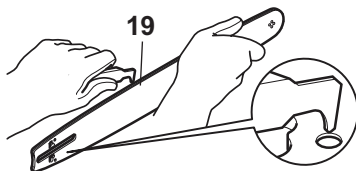

Fig. 45
3. Vérifiez le pignon d'entraînement (29). S'il est usé ou endommagé par la tension, faites-le remplacer par un réparateur agréé.
4. Enlevez les résidus des rails du guide-chaîne (19) à l'aide d'un tournevis, d'un couteau à mastic, d'une brosse métallique ou d'un autre outil similaire. Les orifices de passage d'huile resteront ainsi dégagés pour assurer une lubrification correcte du guide-chaîne (19) et de la chaîne de sciage (20) (Fig. 45).